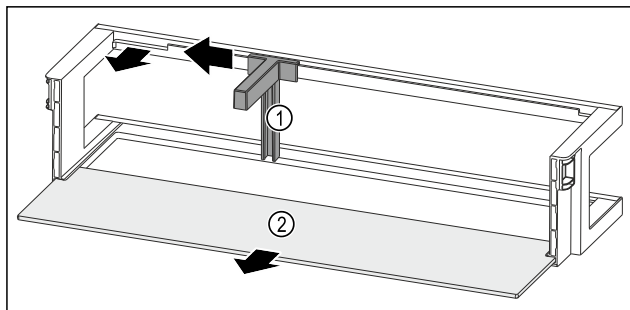

Fig. 252 Ajtópolc palacktartóval és tárolólappal
- ▶ A mélyedésig tolja oldalra a palacktartót Fig. 252 (1).
- ▶ Vegye ki a palacktartót Fig. 252 (1).
- ▶ Vegye ki a tárolólapot Fig. 252 (2).